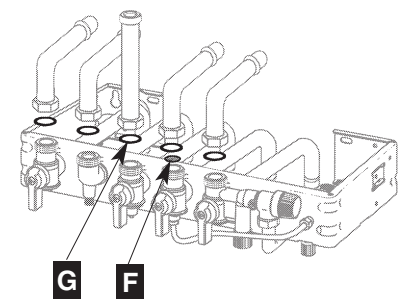

Abb. 11
- die verschiedenen Gasdichtungen anbringen **G** (Gummi), dann den Wasserfilter **F** auf der Kaltwasserzufuhr anbringen und die Anschlussrohre am Gasrohr beginnend festschrauben (Abb. 11)